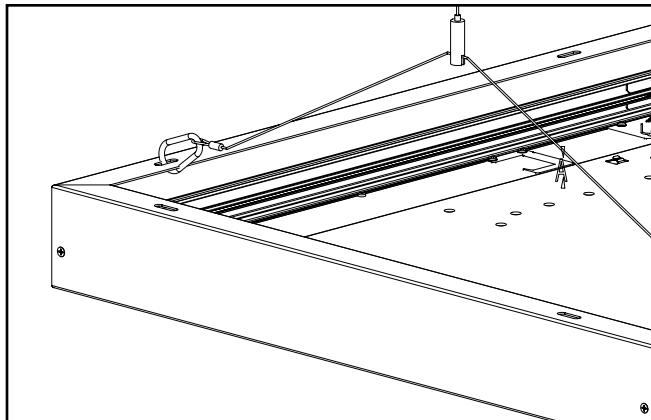

Figure 17.
2. Insérez les mousquetons dans les fentes du cadre à montage en surface. (Figure 17.)